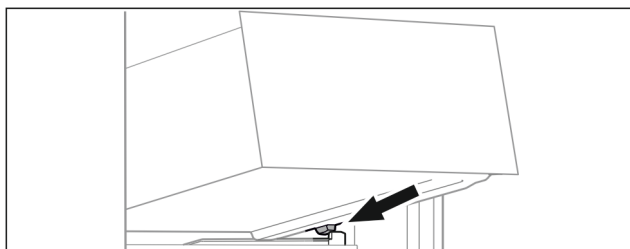

Fig. 65
- ▶ Nasad'te zásuvku šikmo za zarážkami na rebro nádoby. (pozri Fig. 65)